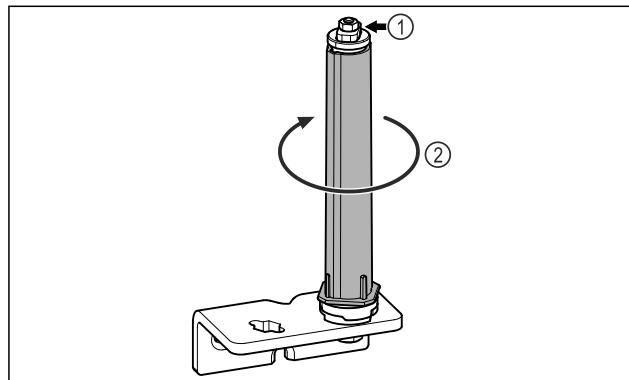

Fig. 23
- Neizjauciet durvju slēgšanas sistēmu Fig. 23 (1).
- Pagrieziet slēgšanas sistēmu Fig. 23 (2), līdz tā noklikšķ.